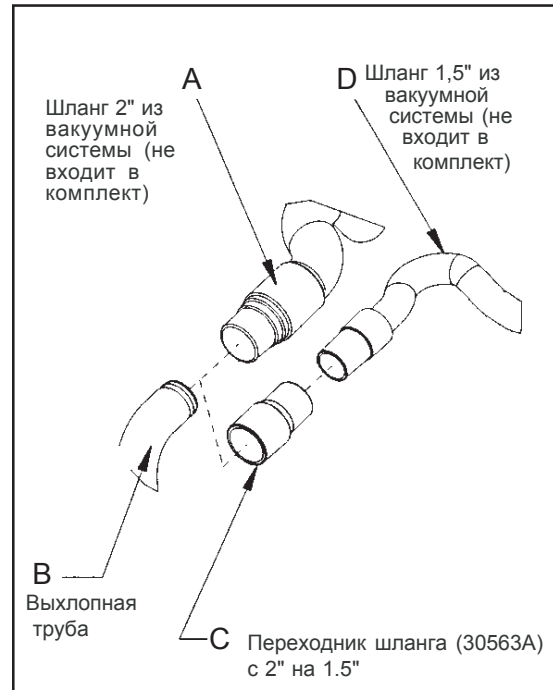

Figure 1
1. Установите окончание шланга 2" (рисунок 1, A) прямо сверху выхлопной трубы (рисунок 1, B).
1. Установите переходник окончания шланга 2" x 1S" (№ детали 30563A) (рисунок 1, C) над выхлопной трубой (рисунок 1, B).
2. Вставьте окончание шланга 1 S" (рисунок 1, D) в переходник (рисунок 1, C).